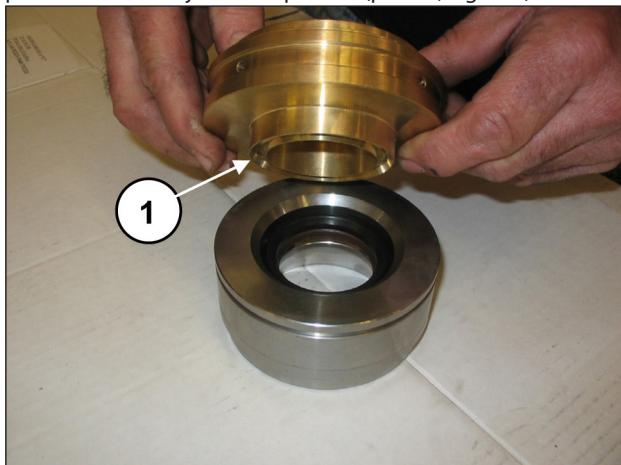

Fig. 131
Separar el soporte de juntas de la camisa (pos. ①, Fig. 131) para acceder a las juntas de presión (pos. ①, Fig. 132).